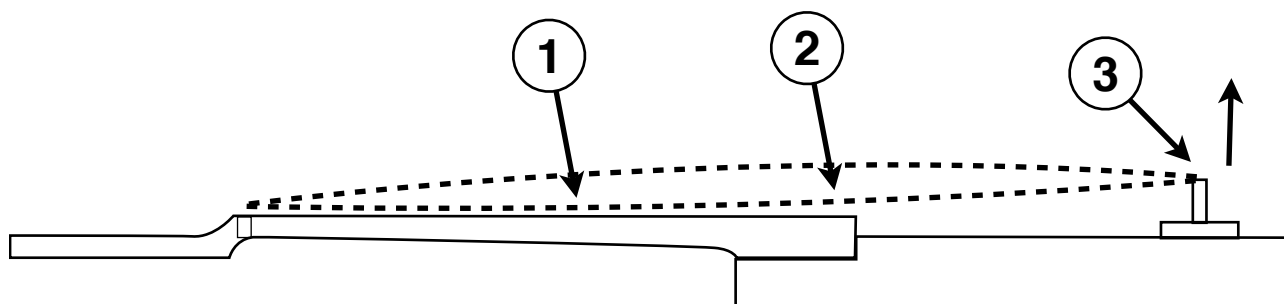

Fig. 10
De este efecto indeseado se dice popularmente que el bajo “trastea” y para evitarlo debemos subir las cuerdas en el puente ③ en la **Fig. 10**.